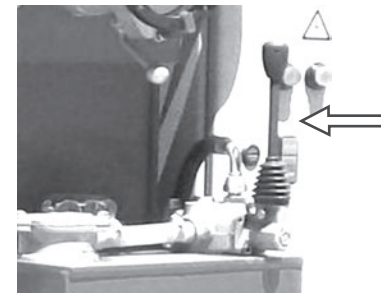

Fig. 3.1.1. Posición del capacho
- El ajuste del neutro de accionamiento del capacho no deberá moverse, estando en neutro (Ver Fig. 3.1.1.).